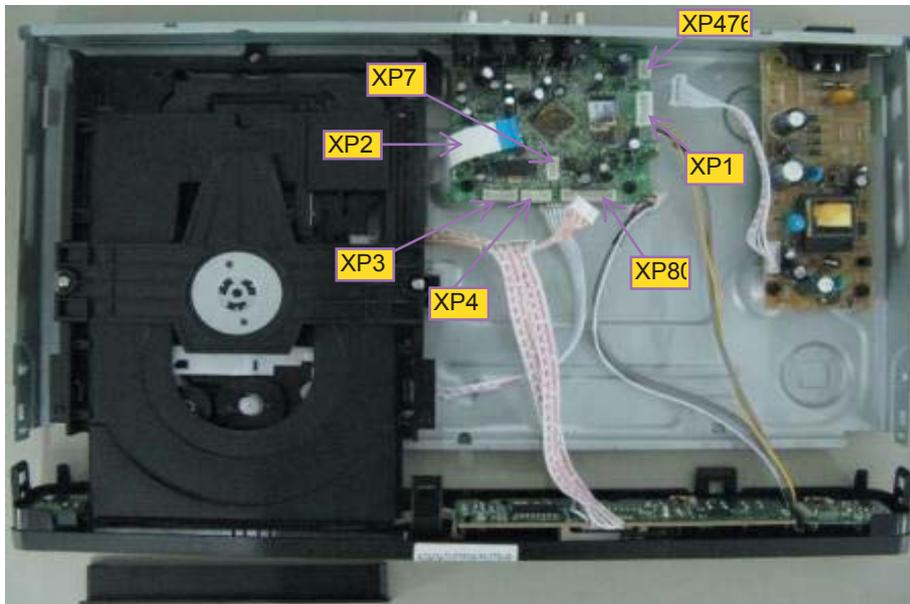
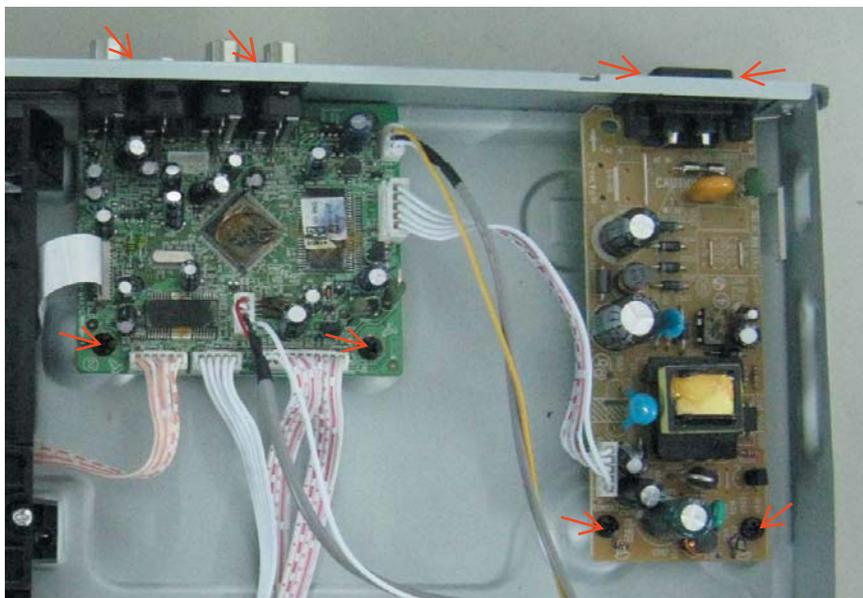

Figura 4
Figura 6
Passo 4: Desmontagem do Painel Frontal, desconecte XP80 , XP7, XP476, solte as 3 travas do Painel Frontal e as 2 do gabinete inferior, então retire o painel. (Figura 4 - Figura 6)
Passo 6 : Desmontagem do Painel Principal, primeiro desconecte XP1 e então remova os 4 parafusos. (Figura 6)
Passo 7: Remova os 4 parafusos do Painel Power para desmontá-lo. (2 parafusos para/93. Figura 6)